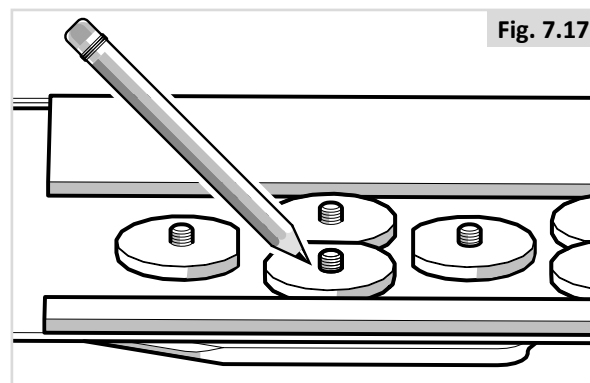

Fig. 7.17
- Marker overflødig skruelengde (Fig. 7.17)